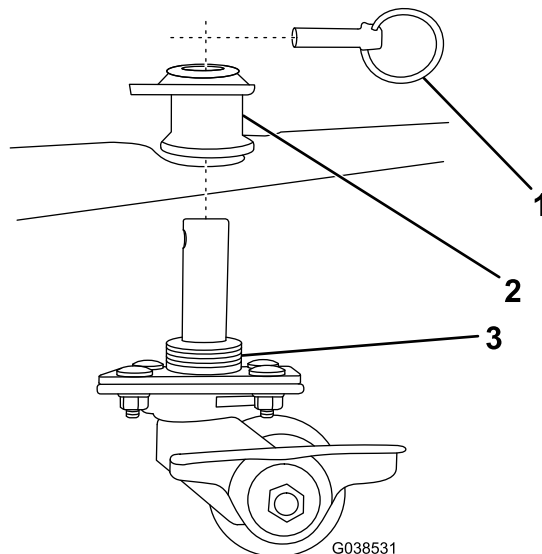

Figure 10
- Insérez les sabots de grande roulette dans les porte-sabots arrière sur le chasse-neige et fixez-les en place avec une goupille rapide (Figure 10).